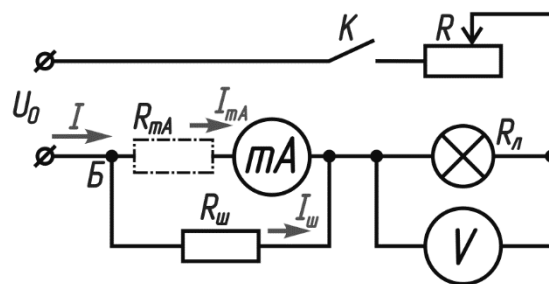

Рисунок 2
2. Так как сила тока в цепи превышает диапазон измерения миллиамперметра, то параллельно ему (на его клеммы) следует подключить шунтирующее сопротивление так, чтобы разделить ток между ним и миллиамперметром (см. рис. 2). Используя правила Кирхгофа, можно получить выражение для коэффициента пропорциональности между силой тока в цепи I_1 и силой тока I_{mA_1} , проходящего через миллиамперметр